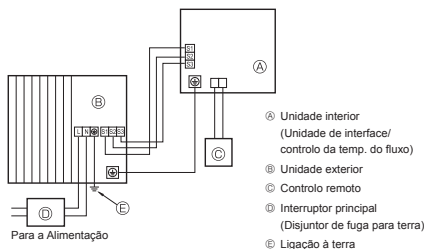
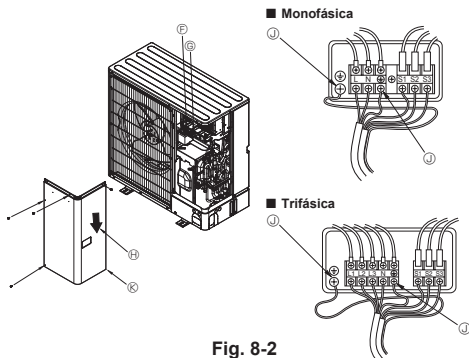

Fig. 8-1
Fig. 8-2
8.1. Unidade exterior (Fig. 8-1, Fig. 8-2)
- ① Remova o painel de manutenção.
- ② Ligue os cabos consultando a Fig. 8-1 e a Fig. 8-2.